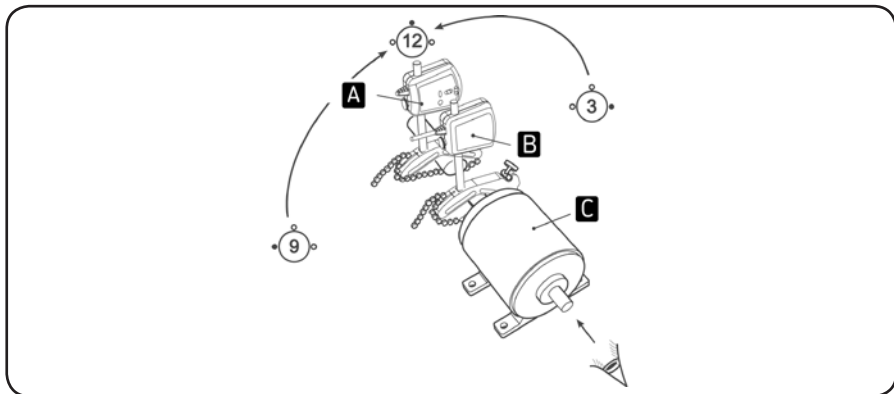

图4. 类似时钟的测量位置
- a) 将两个测量单元转到12点钟的位置，利用水平仪的指示。（见图4和图7）